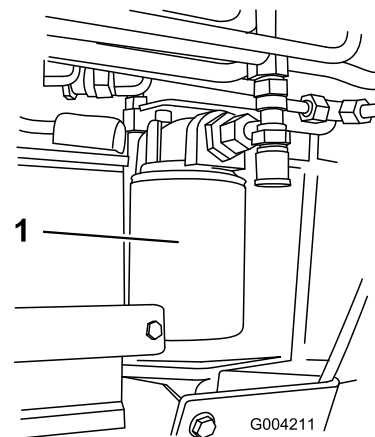

Figura 54
4. Collocate una bacinella di spurgo sotto il filtro (Figura 54).
5. Togliete il filtro usato (Figura 54) e pulite la superficie della guarnizione dell'adattatore del filtro.
7. Montate il filtro idraulico di ricambio sull'adattatore del filtro (Figura 54). Girate il filtro in senso orario finché la guarnizione di gomma non tocca l'adattatore, quindi serrate il filtro di un altro 3/4 di giro.